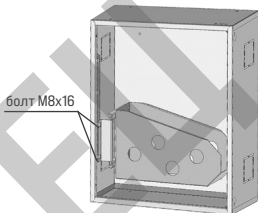

Рисунок 7
4) Закрепить кассету 3 в корпусе при помощи двух болтов М8х16 (рисунок 7)